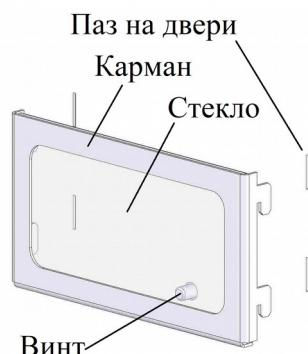

Рисунок 3
- снять карман 4, выкрутив винт с внутренней стороны двери (рис.3), переставить на противоположную часть двери 3 в предусмотренные для этого отверстия;